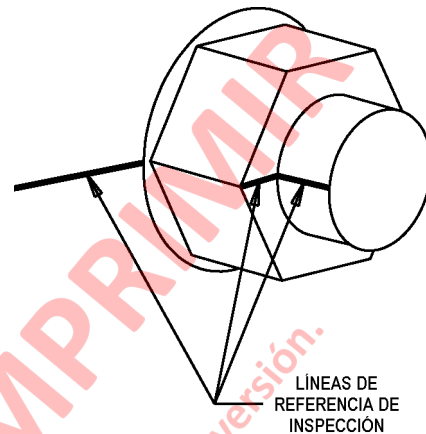
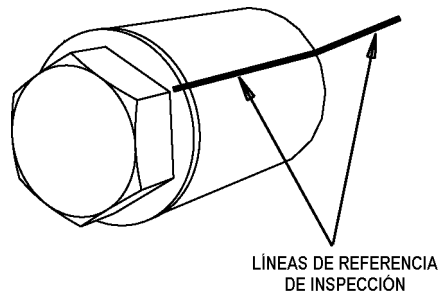

FIGURA 2-8. MARCADO DE LAS LÍNEAS DE REFERENCIA
FIGURA 2-10. MARCAR LAS LÍNEAS DE REFERENCIA
14. Trace líneas de referencia nuevas a lo largo del tornillo, la tuerca y el chasis en la parte trasera de la unión, como se muestra en la Figura 2-8. Estas líneas de referencia se usarán para verificar que los tornillos mantengan su torque.
20. Trace líneas nuevas de referencia a través del tornillo, la tuerca y el chasis en la parte trasera de la unión, como se muestra en la Figura 2-8. Para los cuatro tornillos con espaciadores, consulte la Figura 2-10. Estas líneas de referencia se usarán para verificar que los tornillos mantengan su torque.
Si las líneas de referencia en las piezas de montaje (Figura 2-8 y Figura 2-10) han permanecido alineadas, el camión puede seguir operando.